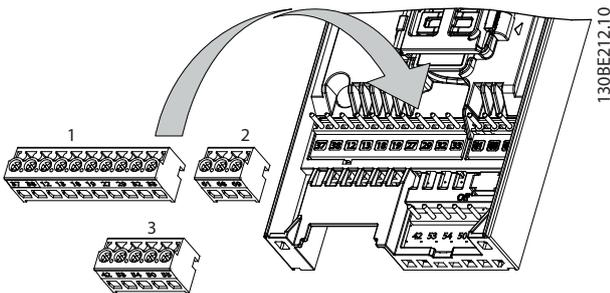

Abbildung 4.9 Anordnung der Steuerklemmen
*Abbildung 4.9* zeigt die steckbaren Anschlüsse des Frequenzumrichters. *Tabelle 4.1* und *Tabelle 4.2* fasst Klemmenfunktionen und Werkseinstellungen zusammen.
Steuerklemmenanschlüsse am Frequenzumrichter sind steckbar und ermöglichen so eine einfache Installation (siehe *Abbildung 4.9*).